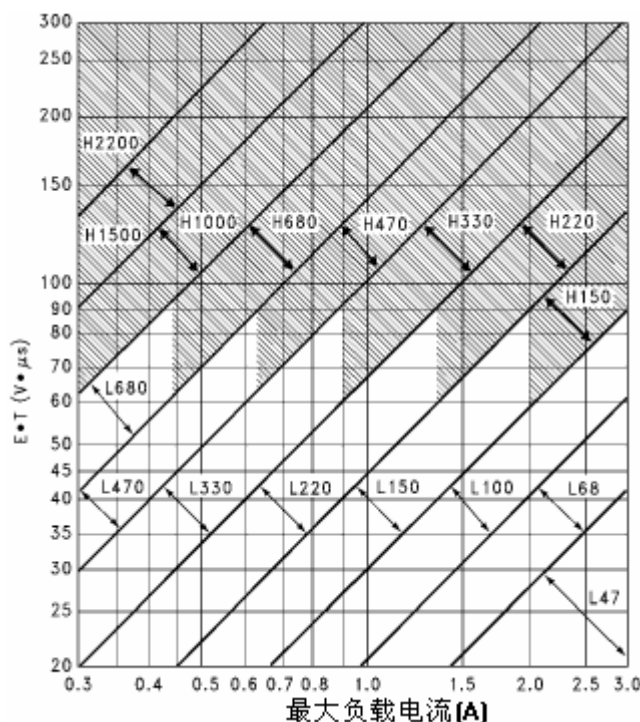

图 8.HYM2576(HV)-ADJ
B. 从上面的公式计算出 $E \bullet T$ 值，然后在图 8 的纵轴上找到对应的数值。